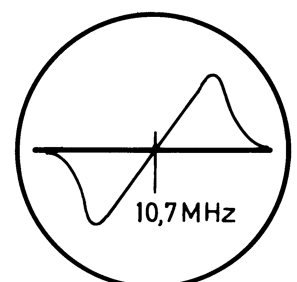

Abb. 4
- Fi. 3 und 4 auf maximale Verstärkung und symmetrische Demodulator(S)-Kurve abgleichen Nulldurchgang soll auf 10,7 MHz-Marke liegen, siehe Abb. 4).